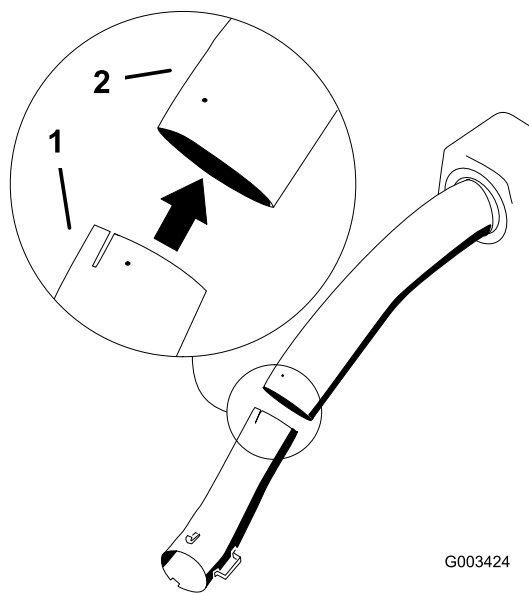

Figura 26
8. Instale el tubo inferior en el tubo superior (Figura 26).